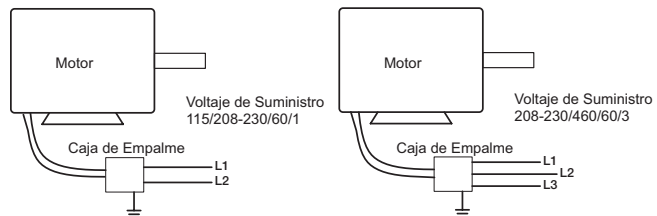

Figura 8
- Conecte el motor en el voltaje deseado según el diagrama de cableado del motor. Consulte la Figura 8 para conocer el diagrama de cableado de conexión.